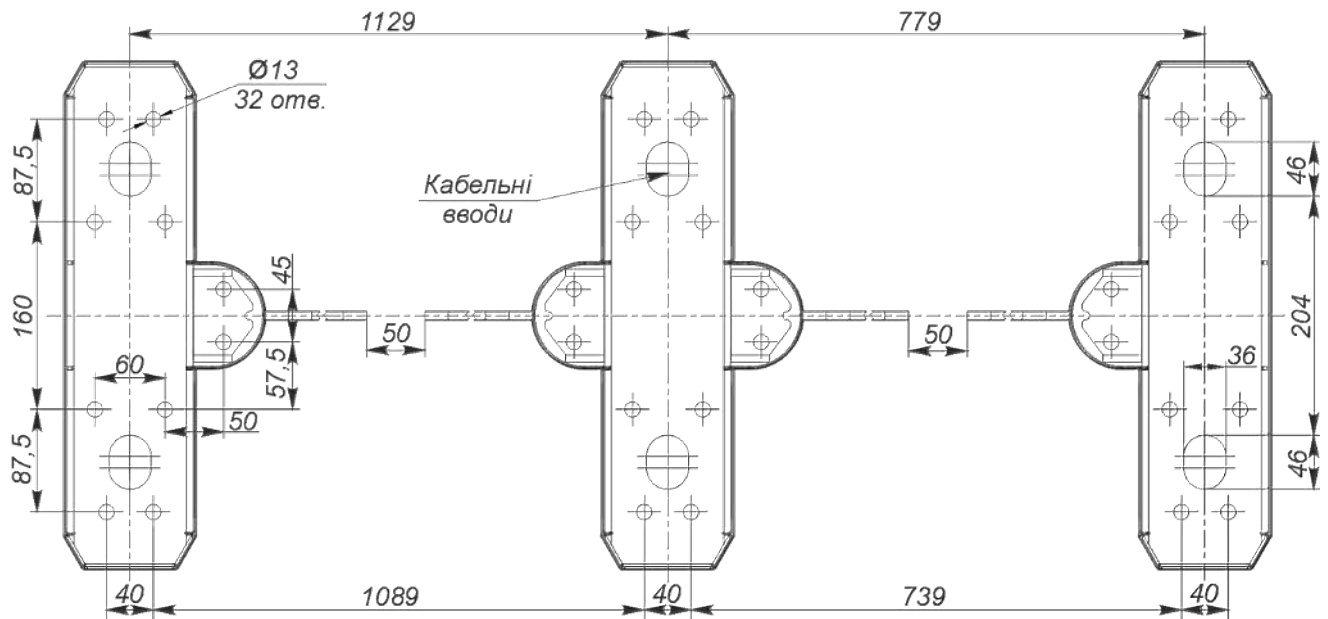

Рис. 16– Установочні розміри комплекту турнікетів «SWEEPER-SH-1» і «SWEEPER-SH-2»
10) Місце виведення кабелів повинно збігатися з місцем розташування отвору на монтажній пластині турнікету (Рис.16).
5 поєднати кріпильні отвори в нижній пластині турнікету з підготовленими отворами на поверхні згідно з розміткою рис.16;